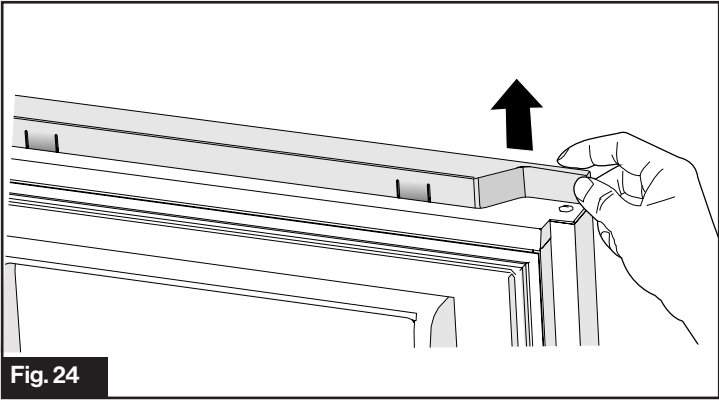

Fig. 24
1. Tenez la droite du couvercle supérieur, puis tirez vers le haut pour le retirer. (Fig. 24)